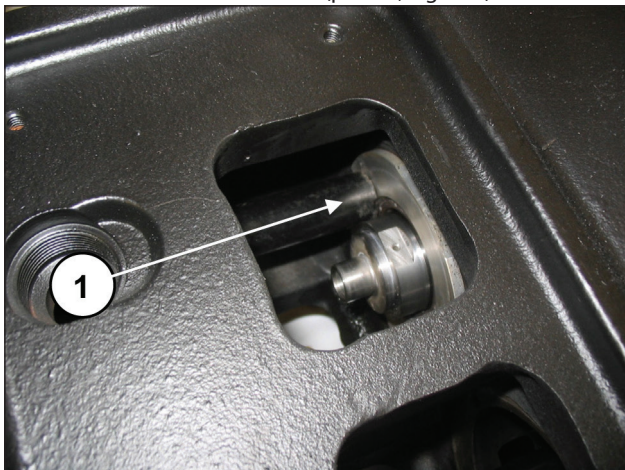
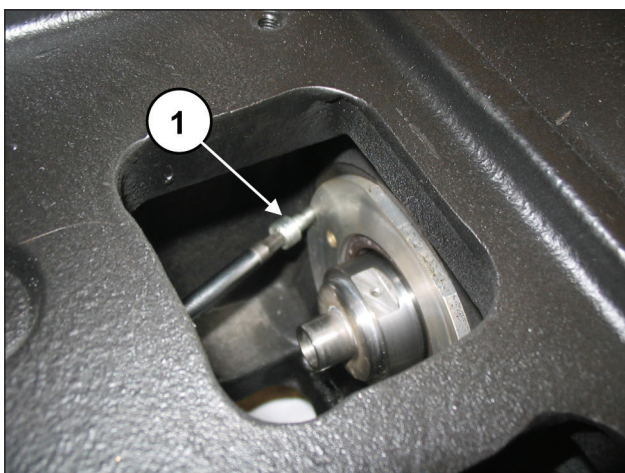

Fig. 177
Fig. 178
Comprobar que la tapa entre a fondo en el alojamiento (pos. ①, Fig. 177) sin dañar el labio del retén. Fijar las tapas de retención con 2 tornillos M6x14 (pos. ①, Fig. 178).